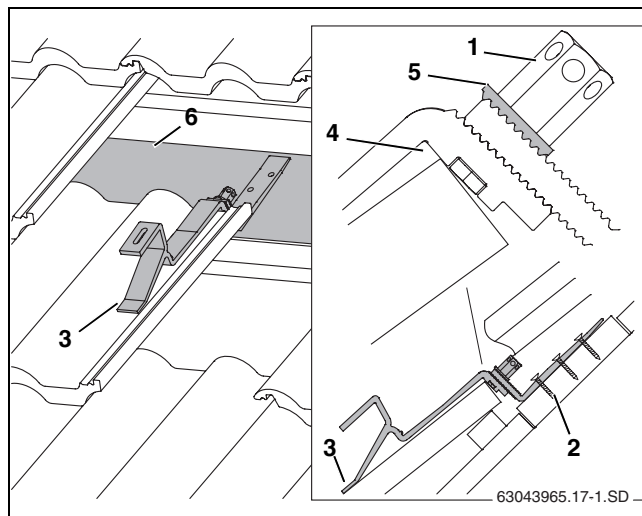

Рис. 14 Установленный кровельный крюк
- ▶ Установите переднюю подпорку на черепицу таким образом, чтобы она при нагрузке легла во впадину черепицы (рис. 14, [3]).
При этом должен оставаться зазор между кровельным крюком и верхним краем черепицы (рис. 14, [2]). При необходимости подровняйте черепицу сверху.
- ▶ Нижнюю часть кровельного крюка сдвиньте вниз настолько, чтобы он прилегал к стропилам или к доске/брусу (рис. 14, [6]).
i Зубчатая шайба (рис. 14, [5]) должна войти в зацепление с нижней частью кровельного крюка.
- ▶ Затяните длинные гайки (рис. 14, [1]). Для этого вставьте шестигранный ключ на 5 мм (SW 5) в отверстие гайки и поверните его.
- ▶ Прикрепите нижнюю часть кровельного крюка шурупами к стропилам минимум в первом и втором отверстиях (рис. 14, [2]).